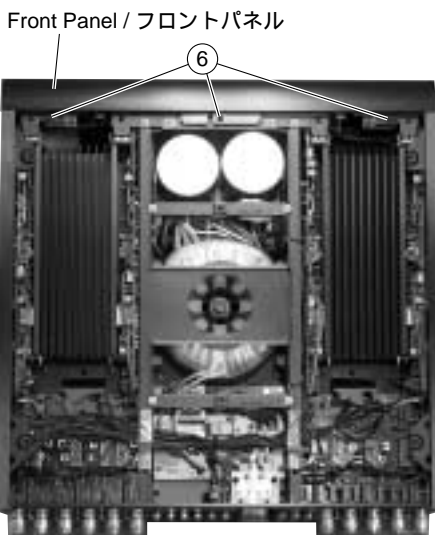

Fig. 3
- b. Remove 3 screws (⑥) and 3 screws (⑦) and then remove the Side Panel L. (Fig. 3, 4)
- b. ⑥のネジ3本、⑦のネジ3本を外し、フロントパネルを取り外します。(Fig. 3, 4)